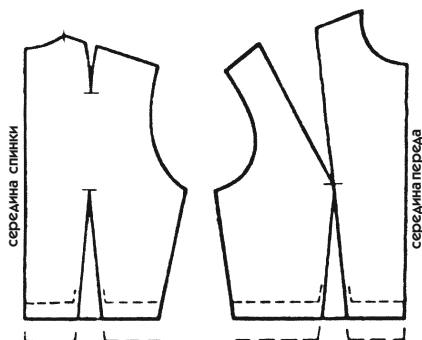

Рис. 14
- для пошива одежды с удлиненным лифом к меркам длины по таблице надо прибавить 2 см (или для укороченного лифа отнять 2 см) — см. рис. 14; пример надписи на этикетке — ДЛ (удлиненный лиф) или КЛ (укороченный лиф);
Параллельно линии талии удлините или укоротите лиф по желаемой мерке (на рис. 14 мелкий пунктир соответствует укорачиванию, крупный пунктир — удлинению).